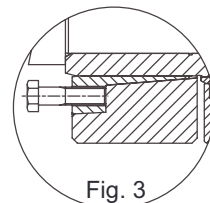

Fig. 3
- Dans le cas où les anneaux ne se sépareraient pas spontanément après avoir desserré les vis, en déplacer quelques-unes (2 vis à 180° et 4 vis à 90°) dans les trous d'extraction de l'anneau interne (voir fig. 3).